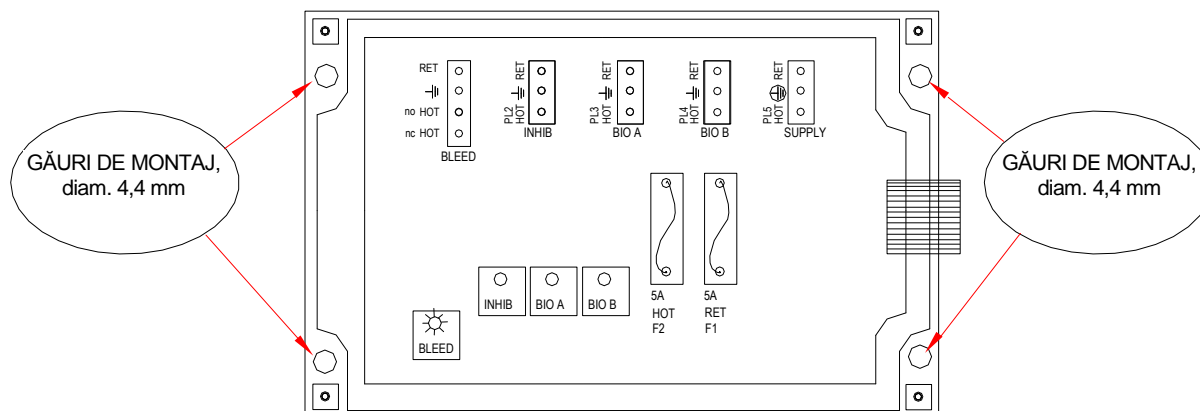

Fig. 3
Montați jumătatea inferioară a controlerului folosind cele patru (4) găuri prevăzute (Fig. 3).